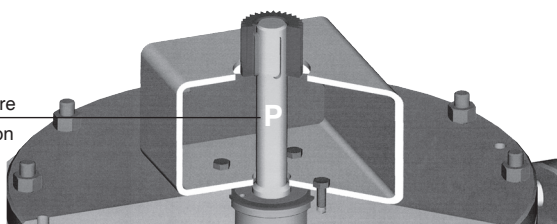

Fig. 16
- Le posizioni di apertura e chiusura sono determinate dall'attuatore. Riferirsi al manuale dell'attuatore (SG) per tarare i fine corsa. Sull'albero della valvola è stampigliata la lettera P in corrispondenza della posizione del rotore in modo da identificare sempre la posizione del rotore anche quando non è più visibile (vedere fig. 16)
- The open and closed positions are determined by the actuator. Refer to the Actuator Instructions for adjusting the open position stop. A line is stamped on the top of the valve stem to indicate the angular position of the plug when the plug is not visible. Refer to the top view of the shaft (see fig. 16).